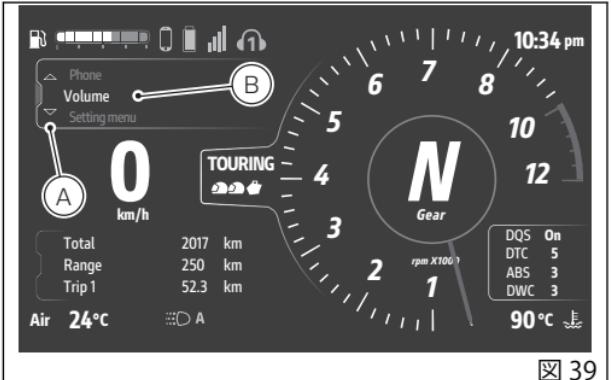

図 39
- ジョイスティックを▲の位置に長く押し、インタラクティブメニューを選択します(A、図39)。
- ジョイスティック▲▼を使用して「Volume(音量)」を選択し(B、図39)、「ENTER」を押します。